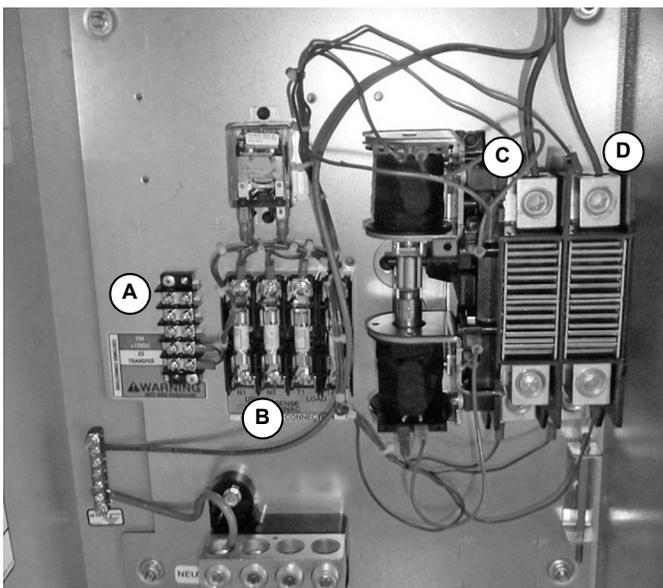

Figura 2-7.
12. Conecte la conexión a tierra (verde/amarilla, B) a la regleta de conexiones a tierra (A) provista (Figura 2-7).
13. Conecte el cable marrón activo (vivo) (C) al contacto del terminal superior izquierdo del mecanismo de transferencia y conecte el cable azul de neutro (D) al contacto del terminal superior derecho del mecanismo de transferencia (Figura 2-7).